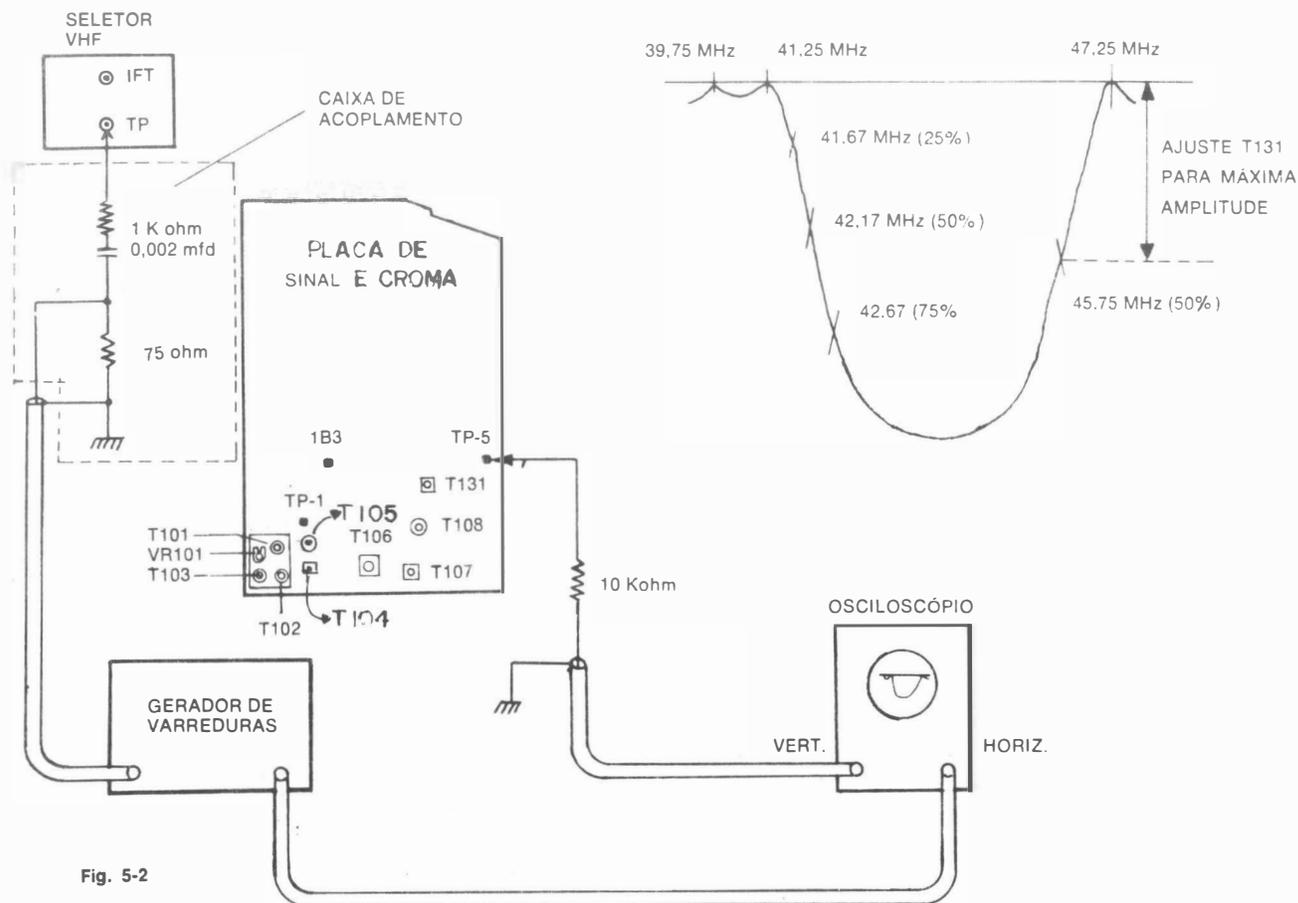

Fig. 5-2
CALIBRAGEM DE FIV (fig.5-2)
6. Ajuste T101, T104, T106 (enrolamento superior e inferior), T107 e IFT para obter resposta conforme a fig.5-2